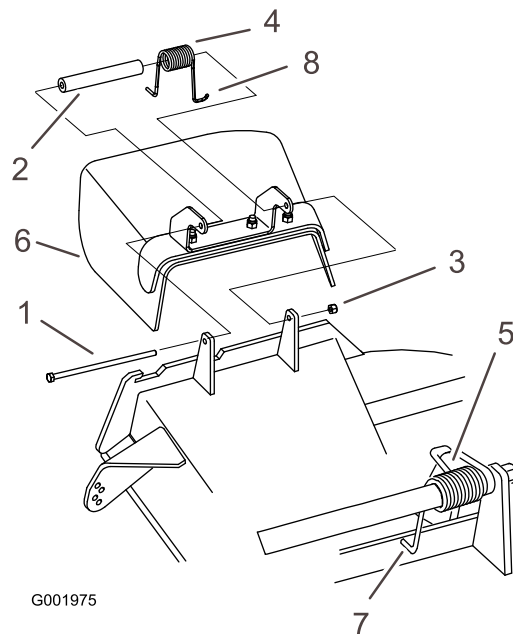

Bild 90
1. Entfernen Sie die Sicherungsmutter, Schraube, Feder und das Distanzstück, mit denen das Ablenkblech an den Drehhalterungen befestigt ist (Bild 90). Entfernen Sie defekte oder abgenutzte Ablenkbleche.
wird, bevor Sie die Schraube wie in Bild 90 gezeigt einsetzen.
3. Setzen Sie die Schraube und Mutter ein. Führen Sie das J-förmige Hakenende der Feder um das Ablenklech (Bild 90).